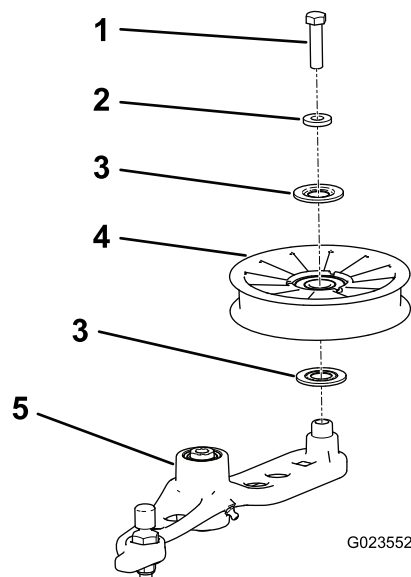

Figure 62
6. Retirez le boulon qui fixe l'ancienne poulie de tension au bras tendeur, et posez une poulie neuve (Figure 62).